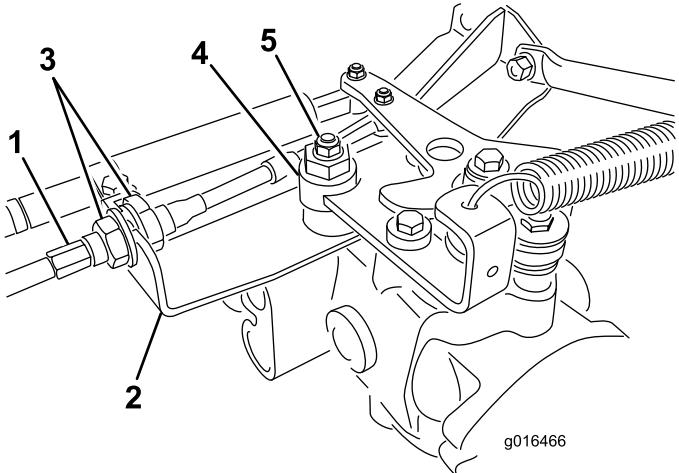

Figura 42
- Afloje las dos contratuerca que fijan el cable de control de tracción a la escuadra del hidrostato (Figura 42). Asegúrese de aflojar ambas contratuerca uniformemente, y lo suficiente como para permitir el ajuste.
Nota: Afloje la tuerca que sujetla el excéntrico a la parte superior del hidrostato (Figura 42).
- Cuando la rueda deje de girar, apriete la tuerca para bloquear el excéntrico y el ajuste (Figura 42).
- Desde cada lado de la escuadra, apriete las contratuerca uniformemente, fijando el cable de tracción a la escuadra (Figura 42). No tuerza el cable.